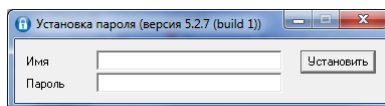

Рис. 6.1. Установка имени и пароля суперпользователя
- В открывшемся окне *Установка пароля* (Рис. 6.1) введите имя и пароль суперпользователя. Нажмите кнопку *Установить*.